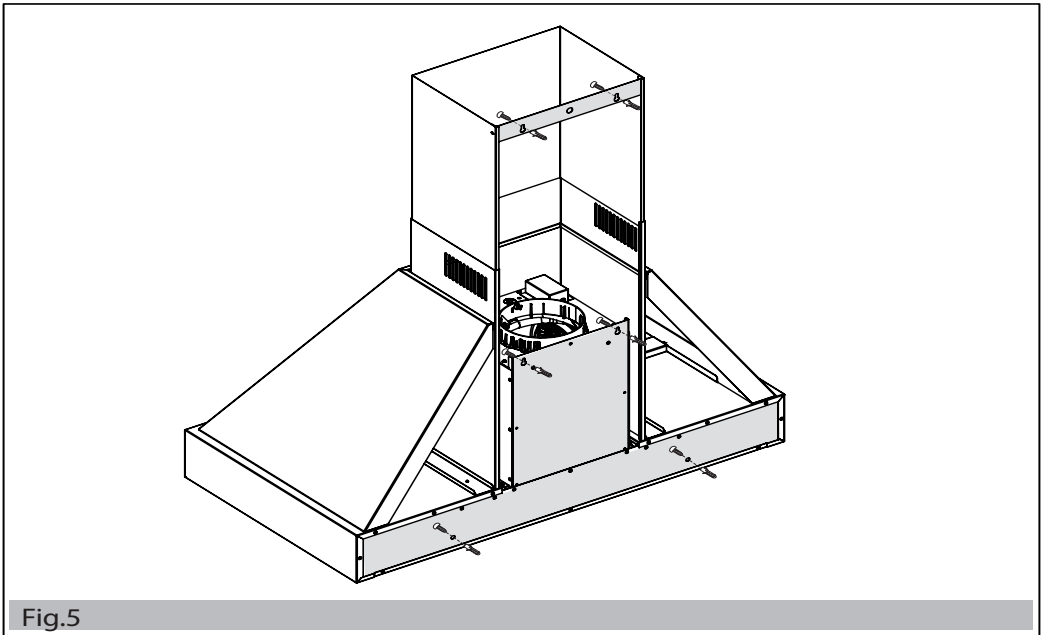

Fig.5
4. Per fissare la cappa utilizzare gli inserti (Fig. 5).